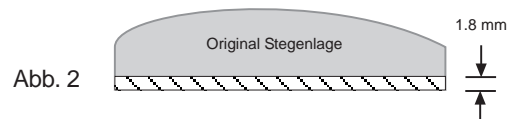

Abb. 2
6. Die Original-Stegeinlage in der Höhe anpassen. (Erniedrigen um die Tonabnehmerstärke (Abb. 2)). Achten Sie darauf, dass die untere Seite absolut eben und gerade ist.